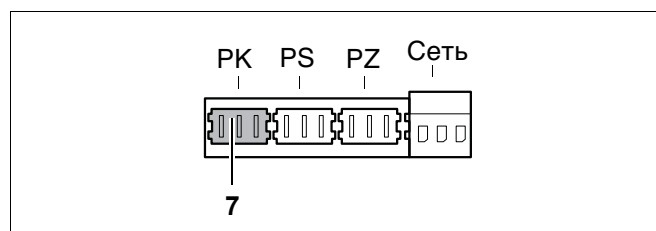
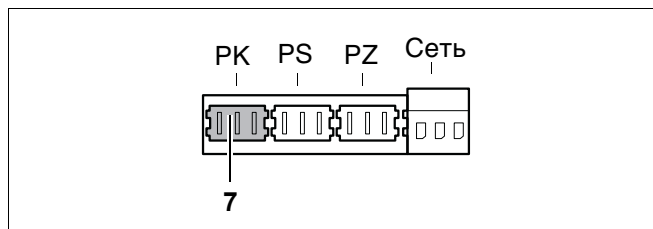

Рис. 36 Клеммник – внешний насос системы отопления 230 В (цвет подключения зеленый)
Рис. 39 Клеммник – внешний насос системы нагрева 230 В (цвет подключения зеленый)
Максимальная электрическая мощность, которая может быть подключена к свободному соединительному кабелю насоса 230 В переменного тока (рис. 36, поз. 7) и к зеленому штекеру РК (рис. 39), составляет в целом 250 Ватт. Подключение большей потребляемой мощности чем 250 Ватт возможно через дополнительное реле 230/230 В, которое должно быть установлено квалифицированным специалистом.
- Подключить имеющийся внешний насос (не насос группы подключения) к зеленой клемме РК (рис. 39, поз. 7).